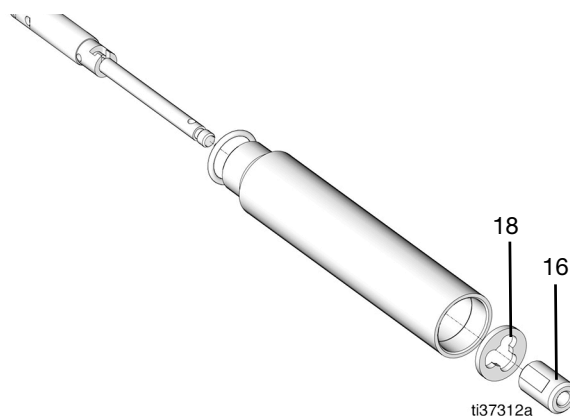

FIG. 40
22. Retire la válvula de doble efecto (16) (FIG. 40).
23. Retire el espaciador (18) (FIG. 40).